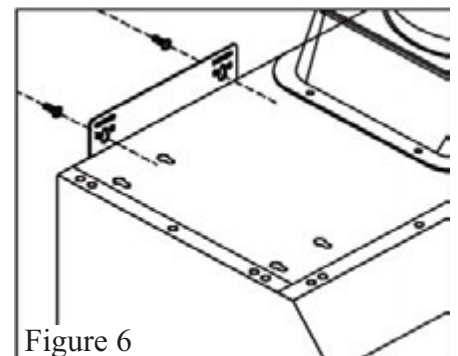

Figure 6
- B-5. Alignez les ferrures de fixation sur les vis au mur et positionnez la hotte, comme le montre la figure 6. Serrez les vis pour bien fixer la hotte au mur.